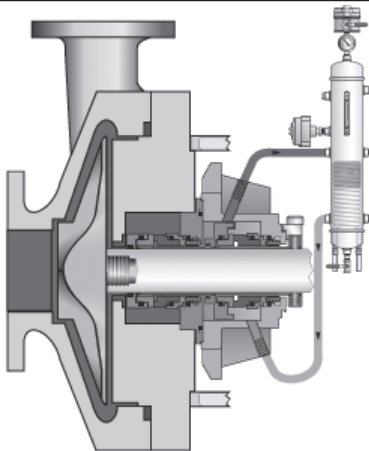

Figura 6
7.3 Durante el funcionamiento con **cierre dual presurizado (cierre doble)**, debe suministrarse un fluido de barrera limpio y compatible a una presión de 25 psi como mínimo (1,7 bar) por encima de la presión de la cámara del cierre. Véase la Figura 6. La presión del fluido de barrera no debe exceder la presión máxima recomendada.